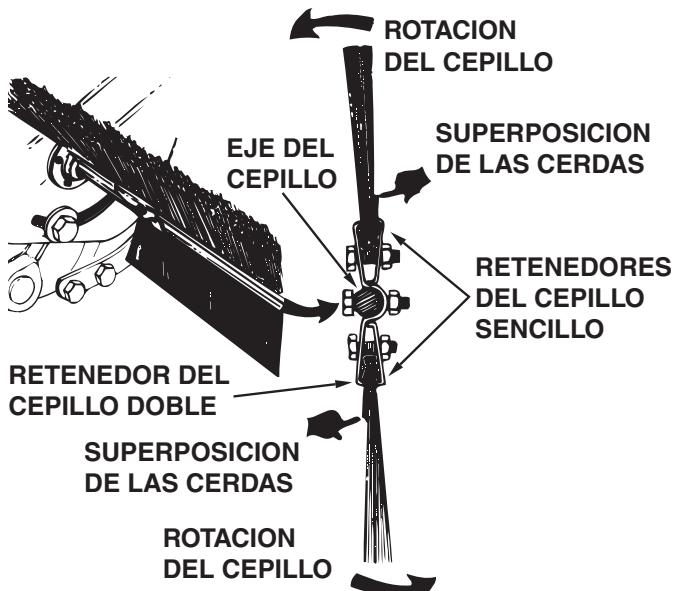

FIGURA 22
2. (Figura 22) Afloje los pernos hexagonales y las tuercas de cierre en los dos retenedores del cepillo sencillo, que sujetan un cepillo a los retenedores del cepillo doble. No afloje ni retire los pernos que fijan los retenedores del cepillo doble al eje del cepillo.
3. (Figura 22) Saque deslizando el cepillo de los retenedores, fijándose bien en qué lado del cepillo se superponen las cerdas.
4. (Figura 22) Instale el cepillo nuevo, asegurándose de que las cerdas se superpongan en el mismo lado del cepillo, como estaban antes.